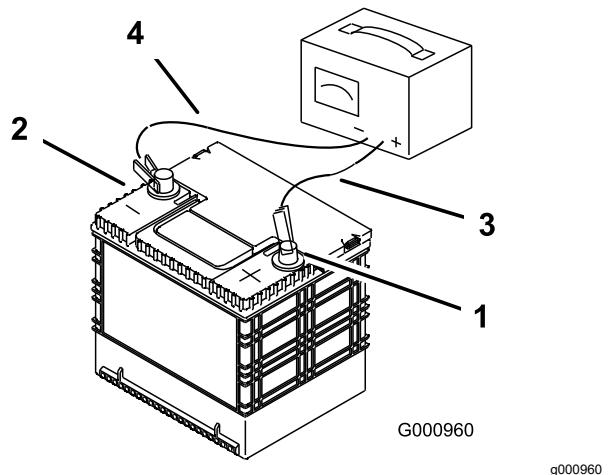

Figura 67
- Cuando la batería esté completamente cargada, desconecte el cargador de la toma de electricidad, luego desconecte los cables del cargador de los bornes de la batería (Figura 67).